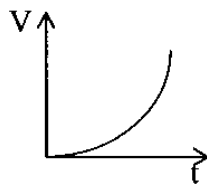

Рис.34
7. По графику скорости рис.34 определить вид движения точки